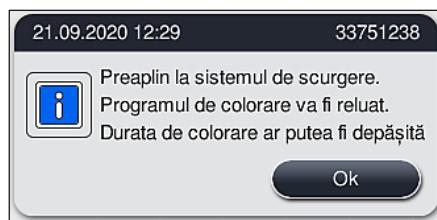

Fig. 121
- ✓ Dacă apa blocată se scurge, un alt mesaj de pe ecran (→ "Fig. 121") îl informează pe utilizator că programele de colorare pot fi continue. Apăsați **Ok** (→ "Fig. 121") pentru a continua.
1. Dacă încercările ulterioare de curățare reușesc și blocajul poate fi eliminat, nivelul apei scade sub nivelul critic. Un mesaj de pe ecran (→ "Fig. 121") informează utilizatorul că programele de colorare pot fi continue. Apăsați **Ok** (→ "Fig. 121") pentru a continua. Startabilitatea programelor este afișată și programele din proces continuă automat.